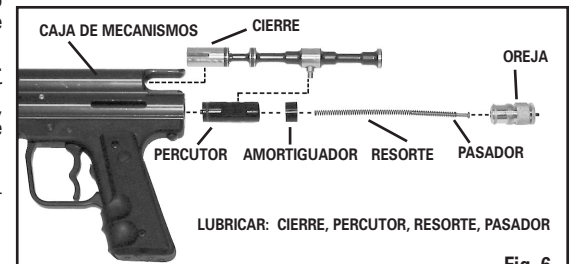

Fig. 6
- Con el seguro puesto (On Safe) (Ver el Paso 2A) y después de haber retirado la fuente de CO2 (Ver el Paso 3B), destornille la OREJA. (Fig. 6)
**NOTA:** Si las partes no se lubrican bien en los lugares indicados en la Fig. 6, podrían oxidarse.
- Arme el CIERRE y el PERCUTOR e introdúzcalos en la CAJA DE MECANISMOS, tal como se muestra en la Fig. 6